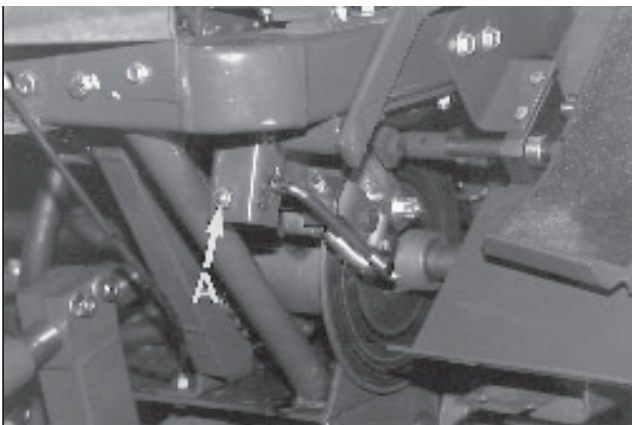

Fig 9
3. Entfernen Sie den Keil von dem Regulierstab (G). Drehen Sie den Stab zur korrekten Einstellung der Bremse nach innen oder außen. Um den Bremshebel wieder über den Mitteleanschlag zu ziehen, ist eine Kraft von 15,4-22 kg erforderlich.
4. (Siehe Abbildung 9). Regulieren Sie den Bolzen des Mitteleanschlags (A), so daß das Ende des Bremshebels den Schalter nicht herunterdrückt. Lassen Sie einen Abstand von 1,6mm zwischen dem Hebel und dem Schalter, wenn dieser eingerückt ist.